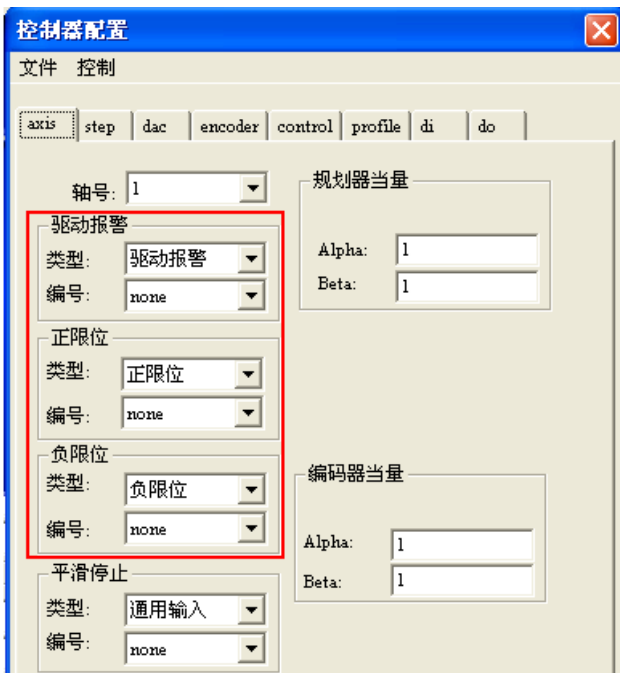

图 4-6 无效限位以及驱动报警设置
2) 图4-5 控制器配置模块对话框中显示“axis”配置状态为轴1的驱动报警绑定在1号驱动报警信号上，正限位绑定在1号正限位信号上，负限位绑定在1号负限位信号上。此时，由于未接传感器，而控制器默认状态下以上信号都是触发的。因此，应将以上信号无效掉，即各编号设置为“none”，操作如图4-6所示：
- 1) 启动MCT2008，如图4-4所示，复位控制器。点击主界面菜单“工具”->“控制器配置”，将会弹出控制器配置模块对话框，如图4-5所示。首先，将轴1的报警无效掉，如图4-6所示。接着，将标签页切换到“dac”标签页，选择dac编号1，将dac绑定到轴1上输出，其他的设置采取默认的设置，如图4-9所示：
(4) 对话框右边的一排按钮可以对轴进行一些操作。
- a) 控制器存在伺服报警，此时请按图4-6重新进行设置并按图4-8写入到控制器中。